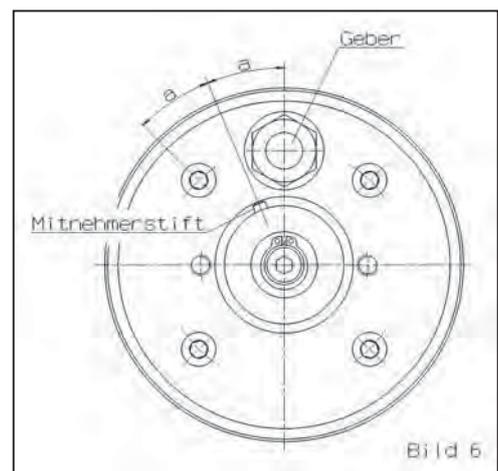

Bild 6
- Drehen Sie den Gewindestift (3) für symmetrische Luftspalteinstellung soweit zurück, bis ein Reibklotwechsel problemlos möglich ist.
- Montieren Sie wieder die Kulissenhülse; hierzu drehen Sie zuerst den Mitnehmerstift mit Freilaufaußenring im Uhrzeigersinn, bis er die im Bild 6 gezeigte Winkelposition hat. **Drehen Sie den Mitnehmerstift immer nur im Uhrzeigersinn.** Achten Sie beim Einführen der Kulissenhülse darauf, daß der Mitnehmerstift in die Kulissennut eingreift. Zur Erleichterung dieses Vorganges ist die Nut angefast. Drehen Sie die Kulissenhülse dann weiter im Uhrzeigersinn bis die Verschraubungslöcher deckungsgleich sind. Drehen Sie die Schrauben M8x12 wieder ein und ziehen Sie beide Schrauben fest an.